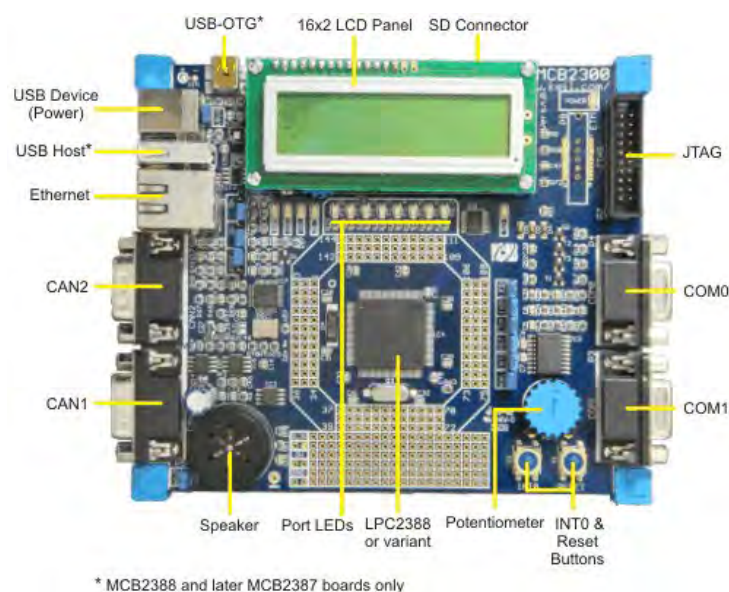

Figura 1-1: Placa de desarrollo MCB2300.
- Placa de desarrollo *Keil MCB2300* (Figura 1-1) que da soporte a la familia ARM LPC23xx de NXP (anteriormente Philips) y permite crear programas de prueba